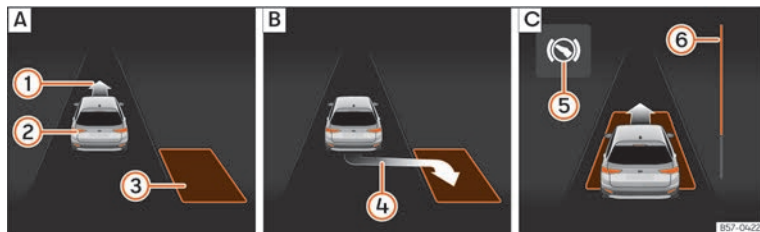
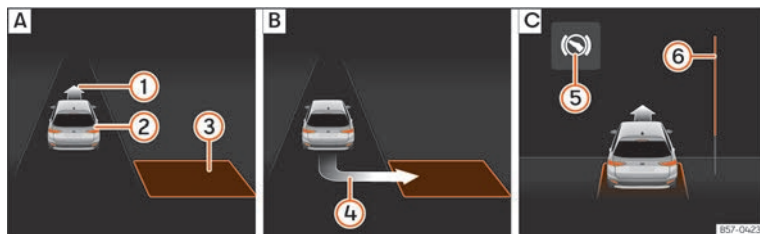

Fig. 187 No ecrã do painel de instrumentos: estacionar em linha. **[A]** Procurar um lugar de estacionamento. **[B]** Posição para estacionar. **[C]** Manobrar.
Fig. 188 No ecrã do painel de instrumentos: estacionar em espinha. **[A]** Procurar um lugar de estacionamento. **[B]** Posição para estacionar. **[C]** Manobrar.
para estacionar » **Fig. 187 [B]** ou » **Fig. 188 [B]**. O lugar foi considerado «apropriado» se no ecrã do painel de instrumentos aparecer a indicação de estacionar ④.
• Retroceda até o sinal contínuo do ParkPilot soar; **OU**: retroceda até aparecer a indicação de marcha à frente no ecrã do painel de instrumentos »» Fig. 187 [C] ou »» Fig. 188 [C]; **OU**: retroceda até aparecer a mensagem **Park Assist finalizado** no ecrã do painel de instrumentos. A barra de progresso ⑥ indica a distância a percorrer »» Página 292.
• Carregue no pedal do travão até o sistema de estacionamento assistido terminar de realizar as rotações do volante; **OU**: até o símbolo ⑤ no ecrã do painel de instrumentos se apagar.
• Faça marcha à frente até soar o sinal contínuo do ParkPilot; **OU**: faça marcha à frente até aparecer a indicação de fazer marcha-atrás no ecrã do painel de instrumentos. O sistema de estacionamento assistido manobra o veículo em frente e em marcha-atrás até centrá-lo no lugar »» Fig. 187 [C] ou »» Fig. 188 [C].
»» Fig. 187 ⑥ e »» Fig. 188 ⑥ mostra simbolicamente no ecrã do painel de instrumentos a distância relativa que ainda falta percorrer. Quanto maior for a distância, mais cheia está a barra de progresso. Ao circular em marcha à frente, o conteúdo da barra de progresso diminui para cima, e ao circular marcha-atrás, diminui para baixo.